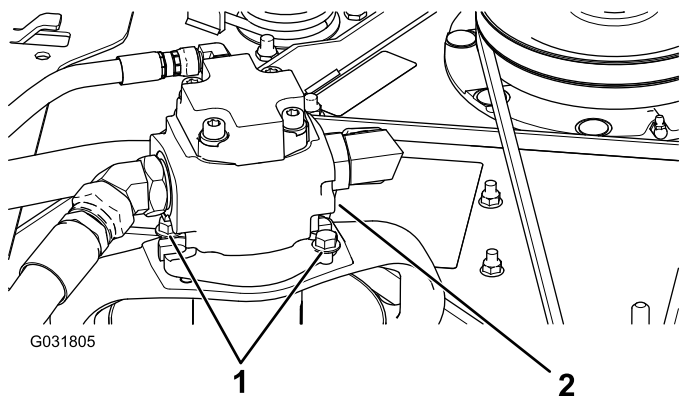

Figura 122
5. Rimuovete i bulloni che fissano il motore idraulico al piatto di taglio (Figura 122).
3. Rimuovete i bulloni che fissano il motore idraulico al piatto di taglio (Figura 122).